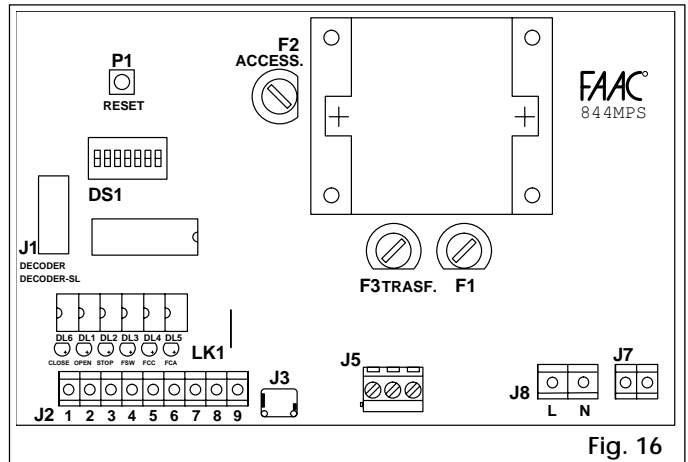

Fig. 16
Apenas se apague el led del final de carrera FCA del equipo electrónico 884 MPST (fig. 16), empujar la placa otros 10 mm y fijarla provisionalmente a la cremallera con dos puntos de soldadura.
Apenas se apague el led del final de carrera FCC del equipo electrónico 884 MPST (fig. 16), empujar la placa otros 10 mm y fijarla a la cremallera con dos puntos de soldadura.
① Regleta de bornes J2 (Fig. 16) de baja tensión; se utiliza para conectar todos los accesorios (ver Tabla 4).
④ Regleta de bornes J6 (fig. 16)
⑤ Regleta de bornes J7 (fig. 16)